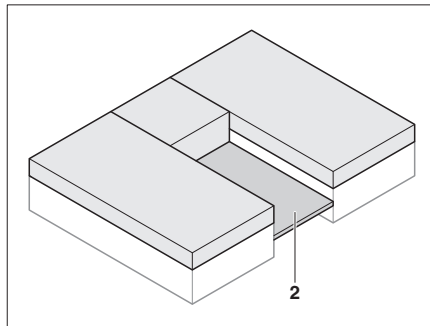

Bild 76 Dra ut ribbotten
- Dra ut ribbotten (Bild 76,2) mellan enkelsängarna.